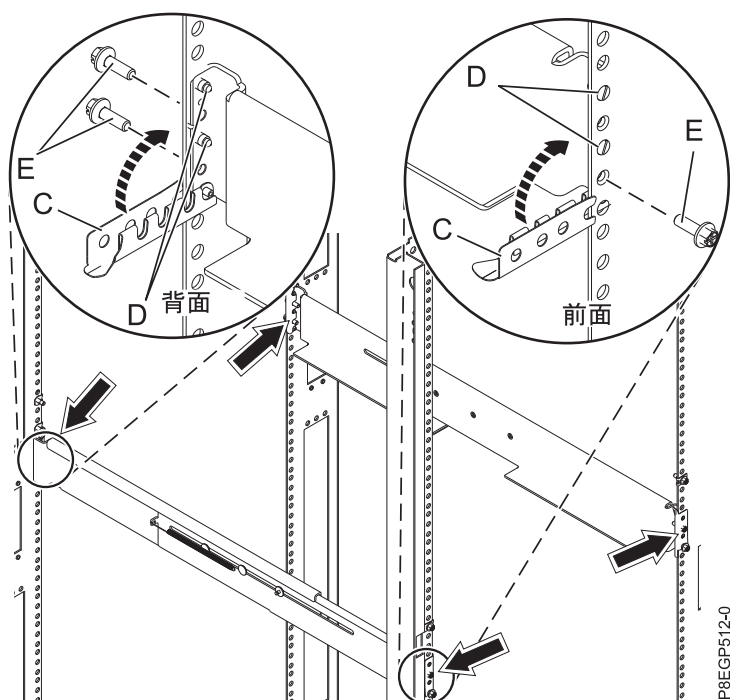

図 5. レールの取り付け
- a. 次に示すように、右側レールを伸ばし、レールが上向きになるようにレール・ピン **(D)** を、ラック上のマークが付いた一番下の 2 つの取り付け穴に挿入します。 8 ページの図5
- b. 次に示すように、前部クランプ **(C)** を上に回転させて、レールを所定の位置に固定します。 8 ページの図5.